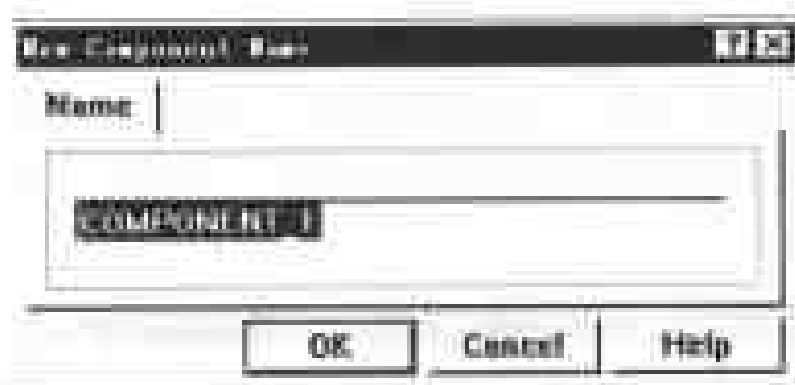

图 3-5 添加元件组对话框
(1) Add 按钮: 用于添加元件组, 将指定的元件名称归入该元件库。单击该按钮后, 会弹出如图 3-5 所示的添加元件组对话框。输入指定的元件名称后, 单击 OK 按钮可将指定元件添加到元件组里。